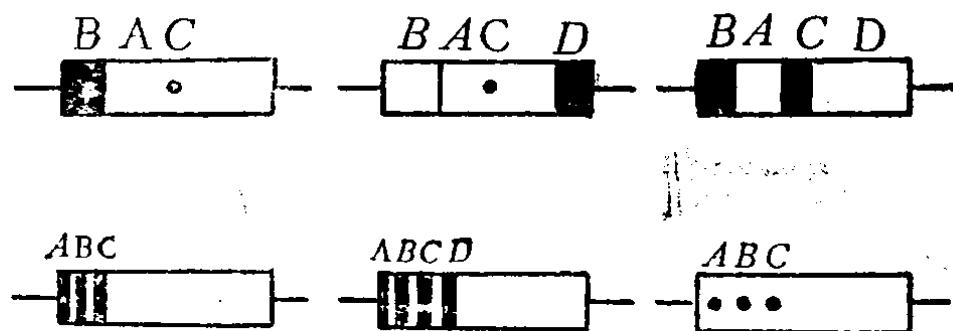

图 1-2 色标电阻器
(1) 阻值系列：各工厂生产的电阻器，均应符合国家规定的阻值系列（表1-3）。工厂产品出厂时，其阻值标志都是用文字和符号直接印在电阻上，色标电阻见图1-2，色标意义见表1-4。
(2) 允许误差（或叫精度等级）：由于种种原因，工厂生产的电阻实际阻值不可能与规定的阻值系列完全一致，两者之间多多少少总存在一些偏差。对于这个偏差，国家也有一个规定，这就是表1-5所列举的数据。用允许偏差除以该电阻的标称阻值，所得的百分数即为误差。表示误差的方法有两种：一是用“罗马”数字，二是用“阿拉伯”数字，无论采用哪种表示方法都是直接印在电阻上。